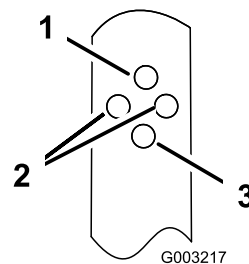

Figura 16
2. Inserite il bullone nel foro di ogni staffa della stegola, in modo da regolare quest'ultima nella posizione desiderata (Figura 16).